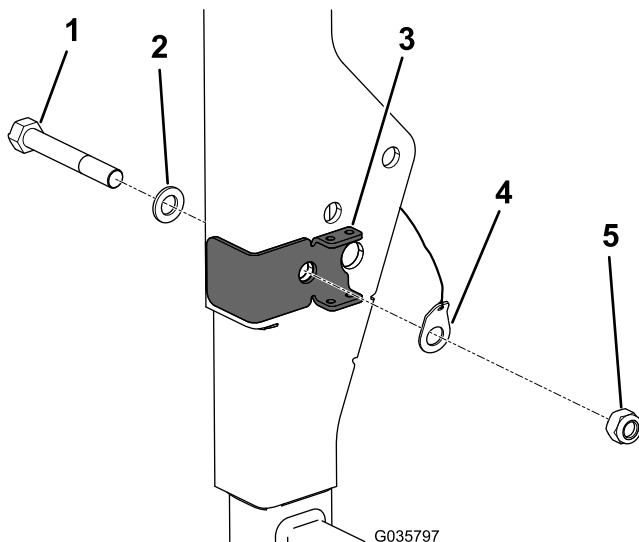

Bild 2
3. Fluchten Sie das Loch in der Halterung des Überrollschutzes mit dem Loch im Überrollschutz aus und setzen Sie die neue Schraube mit der vorhandenen Scheibe ein (Bild 2).